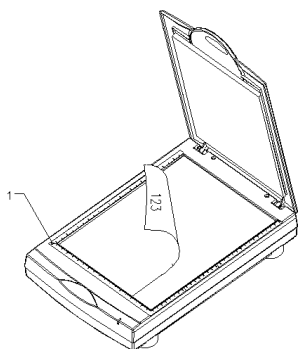

Figure 11 : Position d'un document (1 = point de référence)
7. Placez l'original que vous souhaitez numériser sur la vitre du scanner, l'image orientée vers le bas (figure 11).